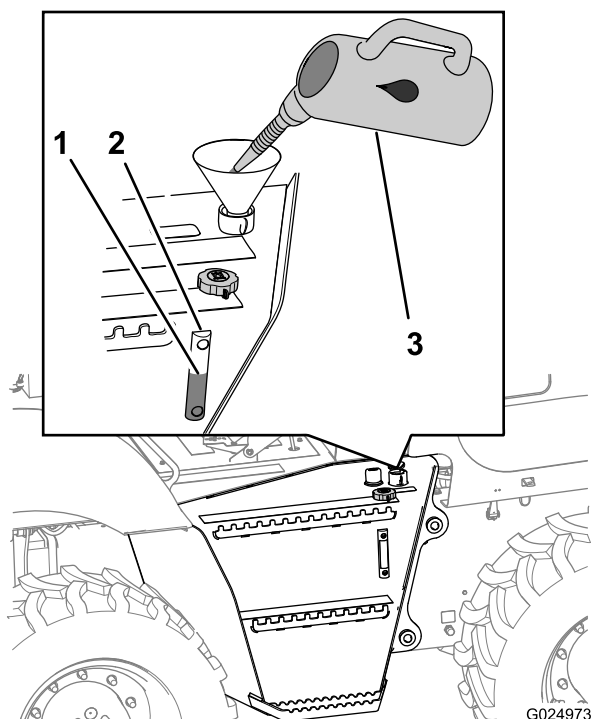

Figura 114
1. Rifornite il serbatoio del fluido idraulico con il fluido specificato fino a portarne il livello nel punto centrale della spia di livello (Figura 114).
3. Montate il tappo di riempimento (Figura 114).